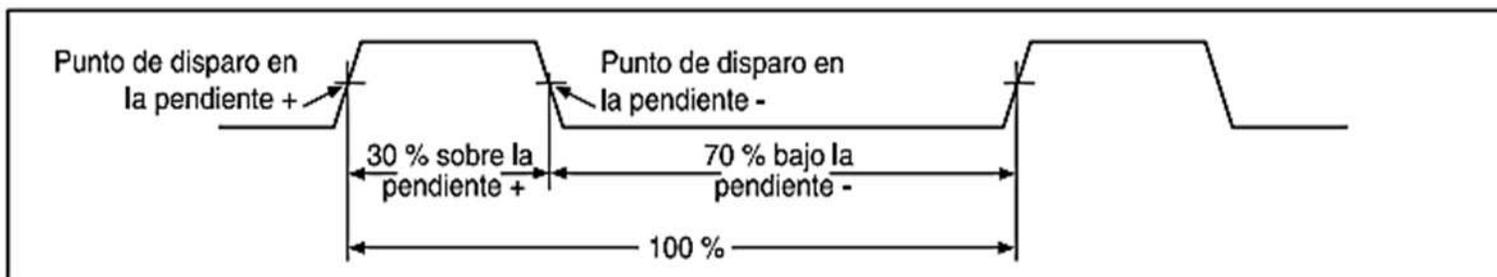

Figura 9. Componentes de las mediciones de ciclos de trabajo
Para medir frecuencia, conecte el multímetro a la fuente de la señal y presione **Hz %**. Al presionar **HI** se conmuta la pendiente de disparo entre + y -, tal como se indica con el símbolo del lado izquierdo de la pantalla (consulte la figura 9 en el apartado "Medición del ciclo de trabajo"). Al presionar **ARETHOLD**, se detiene e inicia el contador.
Ciclo de trabajo (o factor de trabajo) es el porcentaje de tiempo que una señal está por encima o por debajo de un nivel de disparo durante un ciclo (figura 9). El modo del ciclo de trabajo es óptimo para medir el tiempo de encendido y apagado de señales lógicas y de conmutación. Los sistemas tales como la inyección electrónica de combustible y las fuentes de alimentación por conmutación se controlan mediante impulsos de anchura variable y esta característica puede verificarse midiendo el ciclo de trabajo.
2. Presione  por segunda vez para medir el ciclo de trabajo de la señal. Presione  para seleccionar una medición del impulso positivo o negativo de la señal, remítase a la figura 9.